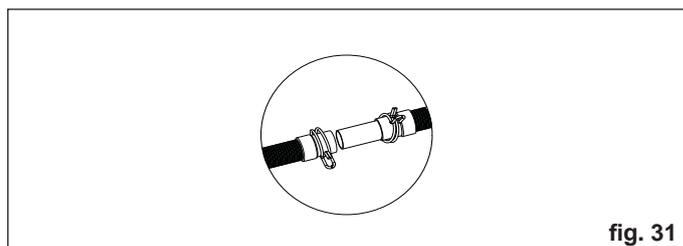

fig. 31
- Collegare il tubo scarico condensa proveniente dalla caldaia al rispettivo proveniente dal modulo e bloccare con le fascette stringi tubo (fig. 31).